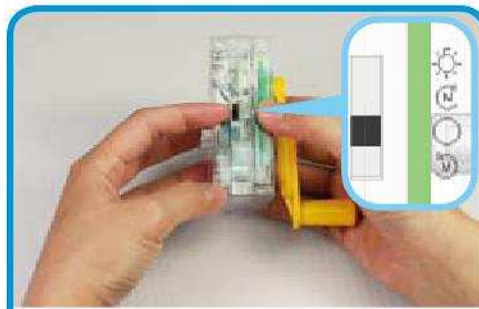

Fig.20
- Vérifie que tes maillons de chaînes sont tous dans le même sens pour que la transmission soit efficace et sans heurts (fig.20).